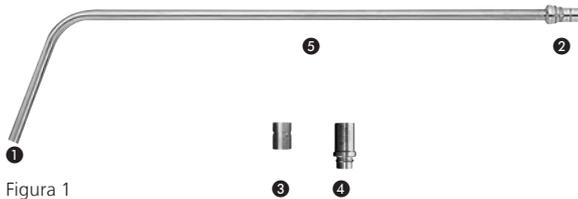

Figura 1
Il morsetto SynFrame per anelli di fissaggio (387.347) e il supporto per sistemi ottici (387.365), usato per connettere l'asta di trasmissione della luce all'anello di fissaggio SynFrame (387.336) e al semianello SynFrame (387.337), può essere fissato sull'intera lunghezza dell'asta di trasmissione della luce SynFrame (vedere figura 1, 5).
- Rimuovere lo sporco presente sulle superfici ottiche (vedere figura 1, 1 e 2) utilizzando un tampone imbevuto di alcol (70% etanolo) o un detergente neutro.
- Lo sporco residuo a livello delle superfici ottiche (Figura 1, ❶ e ❷) può essere rimosso utilizzando un tampone imbevuto di alcol (70% etanolo) o un detergente neutro.
Prima della sterilizzazione verificare che l'asta di trasmissione della luce SynFrame e soprattutto le superfici ottiche (Figura 1, ❶ e ❷) siano pulite; verificare inoltre che il test dell'asta di trasmissione della luce SynFrame non dia risultati che impongono di limitarne l'uso.
– Fibre ottiche sporche	– Pulire le superfici delle fibre ottiche (Figura 1, ❶ e ❷). Eventualmente spedire l'asta di trasmissione della luce SynFrame per una revisione